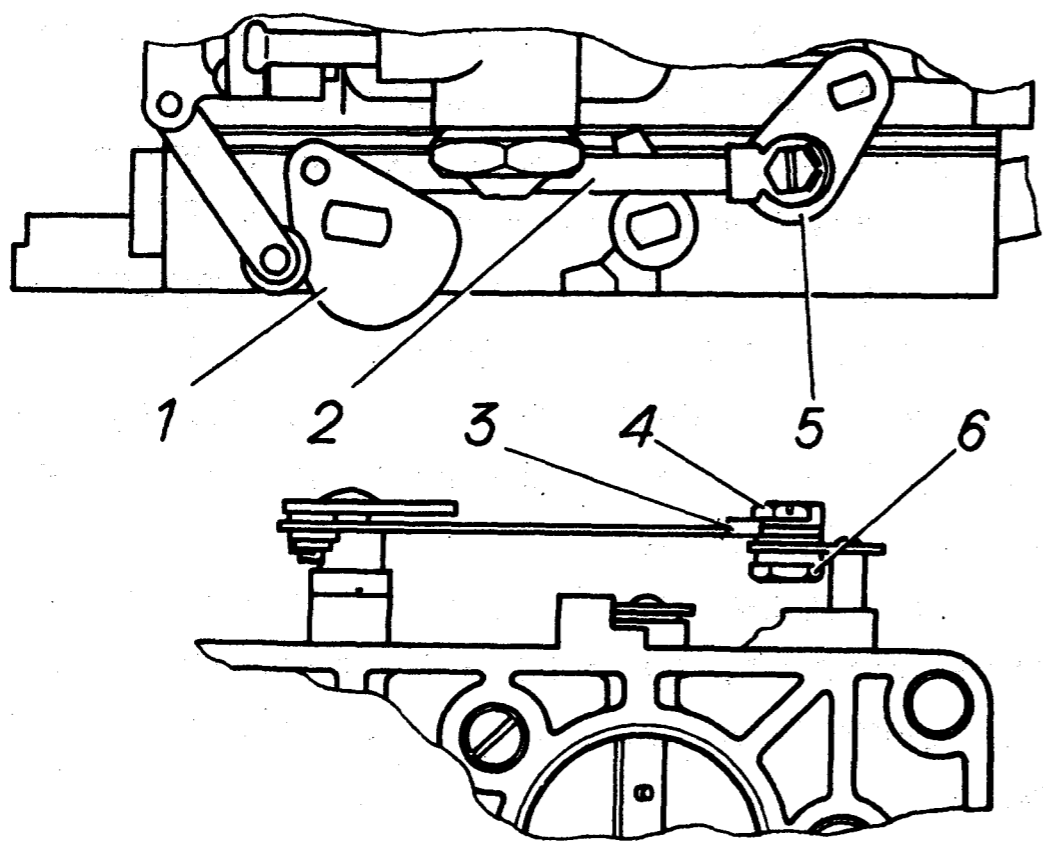

Рис. 33. Управление дроссельной заслонкой форкамерной секции:
- разогнуть усы стопорной шайбы 3 (рис. 33) и отпустить болт 4;